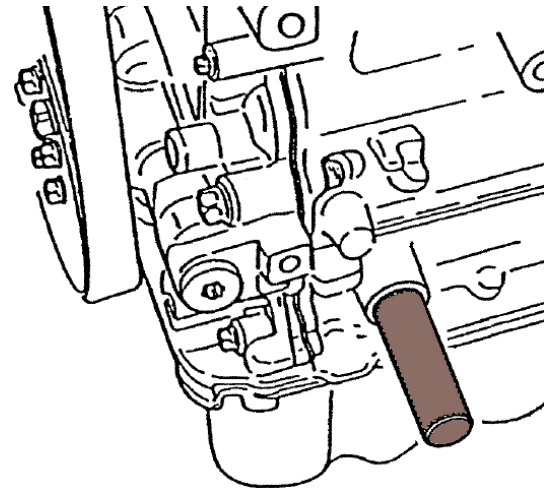

Abb.1
3. Entfernen Sie den Verschlussdeckel im Motorblock und setzen Sie den Kurbelwellen-Arretierstift ein. (siehe Abb.1)